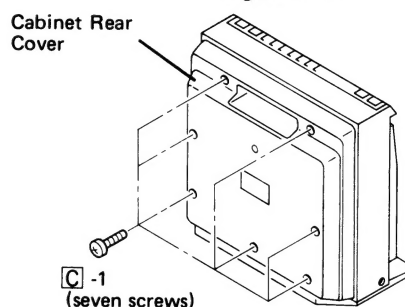

Figure 4-3
1. Remove seven screws at the cabinet rear cover, and take the cabinet rear cover off. See Fig. 4-3.
1. Sieben Schrauben von der hinteren Gehäusehälfte abschrauben, dann die hintere Gehäusehälfte entfernen. Siehe Abb. 4-3.
1. Déposer les sept vis du coffret arrière et déposer le coffret arrière. Voir la Fig. 4-3.